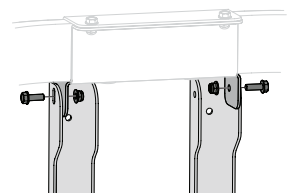

Figura 8
- Trabajando desde afuera hacia adentro, sujete el conjunto de placa de montaje/soporte del puntal al soporte del guardacorreá con dos tornillos de cabeza hexagonal (710-1238) y dos tuercas de seguridad (712-04063). Consulte la Figura 8.